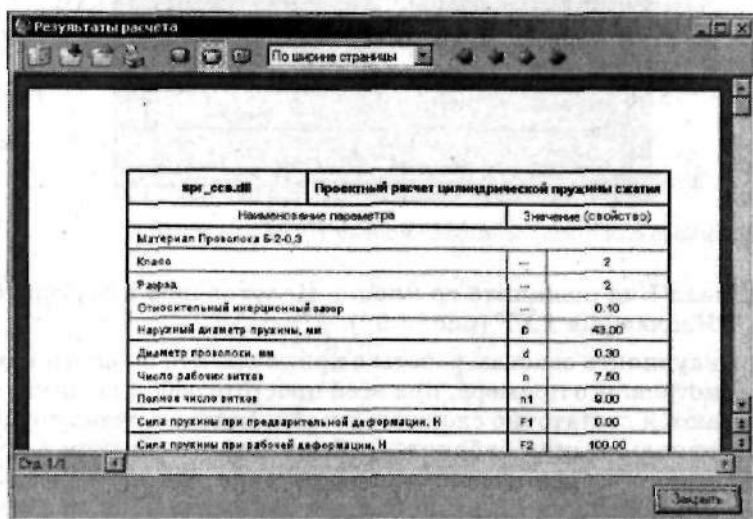

Рис. 2.89. Так выглядит окно **Результаты расчета**, если щелкнуть по кнопке **Подробнее**
8. Обратите внимание, если щелкнуть по кнопке **Результаты расчета** в диалоговом окне **Проектирование цилиндрической пружины**, то появится одноименное окно **Результаты расчета**, но уже с таблицей в графическом виде, с полным перечнем значений параметров, используемых для расчета пружины (рис. 2.89). Этот документ можно вывести на печать, щелкнув по кнопке (Печать), сохранить исходные данные (Сохранить результаты расчета) и результаты расчета (Сохранить), ну и, конечно же, открыть ранее сохраненный отчет (Открыть).